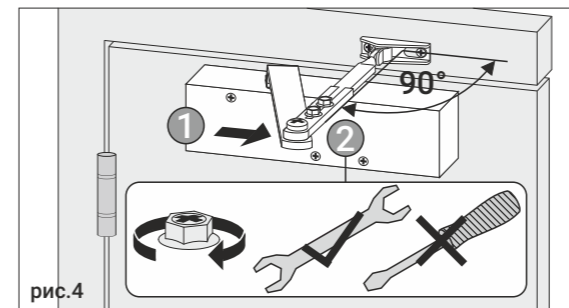

рис.4
3. Сместите нерегулируемую по длине часть рычага в сторону от петель так, чтобы регулируемая телескопическая часть рычага расположилась под углом 90° к поверхности дверного полотна. Удерживая рычаг в таком положении, затяните (рис. 4) два шестигранных винта фиксации телескопической части рычага гаечным ключом (в комплект поставки не входит). Использование отвертки может привести к преждевременному износу винтов фиксации рычага. Убедитесь в надежности фиксации телескопической части рычага и в том, что рычаг располагается под углом 90° к поверхности дверного полотна.